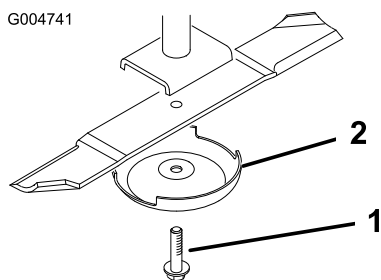

Figura 86
3. Retire del eje de la cuchilla el perno de la cuchilla, el protector de césped y la cuchilla (Figura 86).